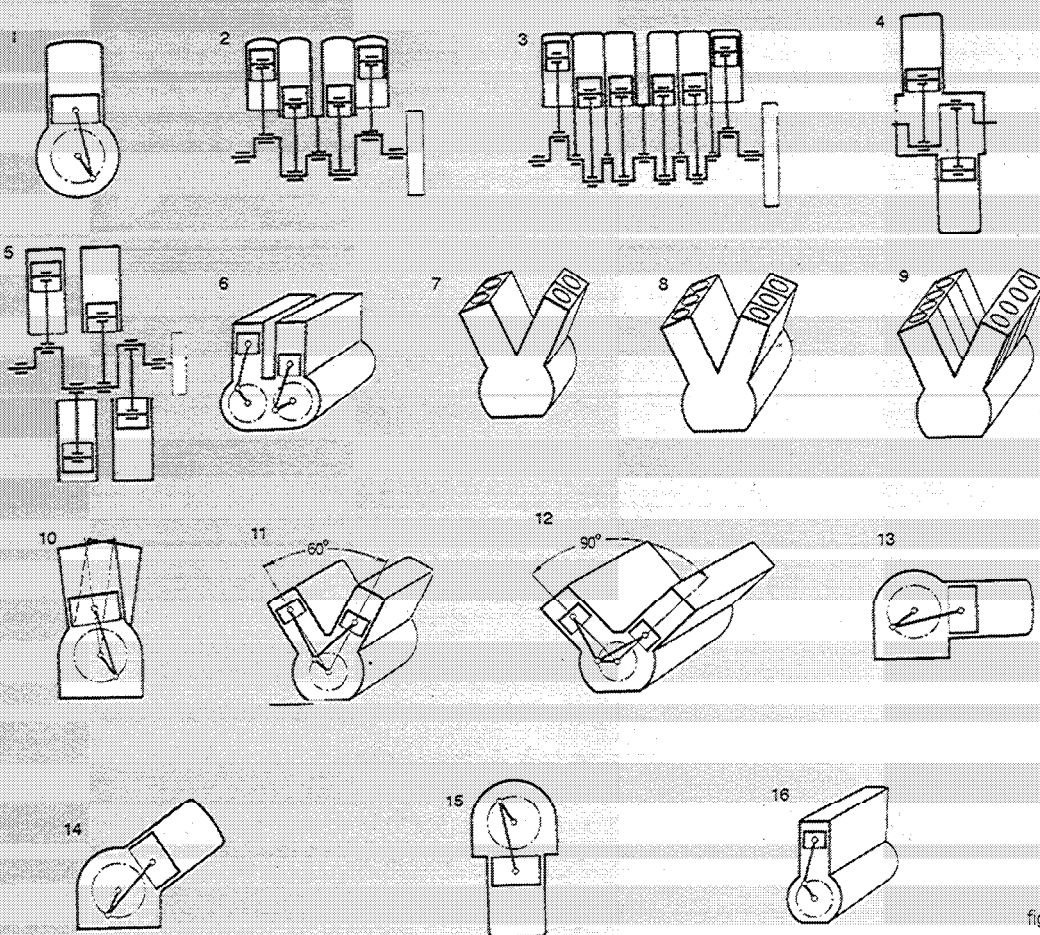

fig. 5
5) Según la disposición de los cilindros (fig.5)